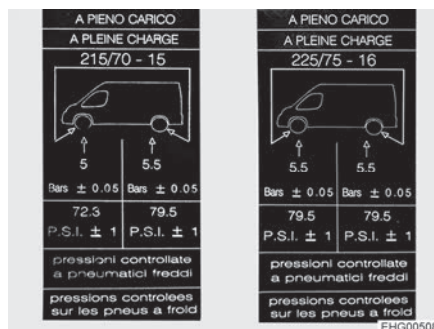

Bild 226 Hänvisningsetiketter om däcktrycket på B-stolpen (exempel)
- ▷ Hänvisningsetiketter med önskat däcktryck är fästa på insidan av B-stolpen (se Bild 226).